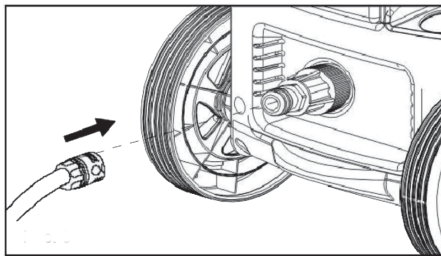

Рис. 6
7. Через быстросъемную муфту подсоедините к мойке всасывающий шланг, диаметром 3/4" (рис. 6)